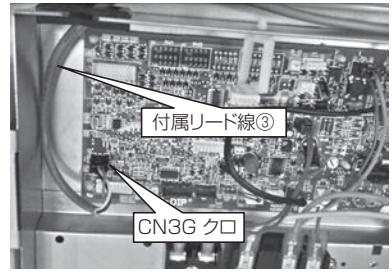

図3-7
- 3) 付属リード線③のコネクター (3P クロ) を本体制御基板上のコネクター CN3G (クロ) に確実に差込んでください。(図3-7)